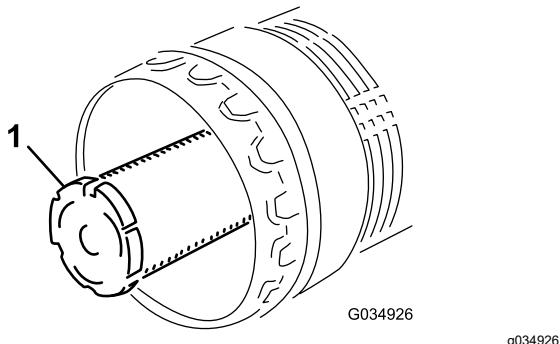

Figure 92
**Remarque:** Remplacez l'élément secondaire tous les trois entretiens du préfiltre (Figure 92).